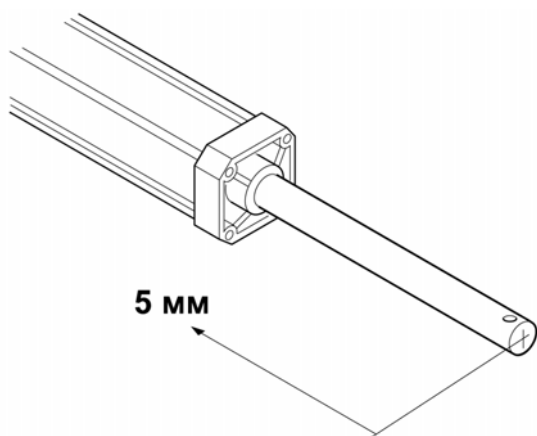

Рис. 7
- 4) Выдвиньте шток до точки упора и задвиньте его примерно на 5 мм (рис. 7).